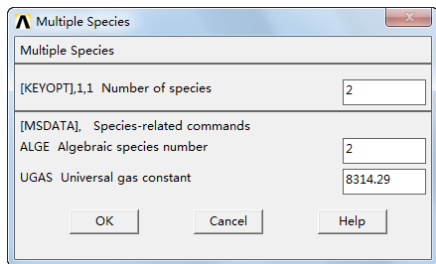

图 10-33 “Multiple Species”对话框
⑭依次选择 Main Menu→Preprocessor→FLOTTRAN Set Up→Multiple Species, 会弹出“Multiple Specifies”对话框,如图 10-33 所示,采用默认设置。
②⑤依次选择 Main Menu→Preprocessor→FLOTTRAN Set Up→Multiple Species，会弹出“Multiple Specifies”对话框，如图 10-33 所示，采用默认设置。